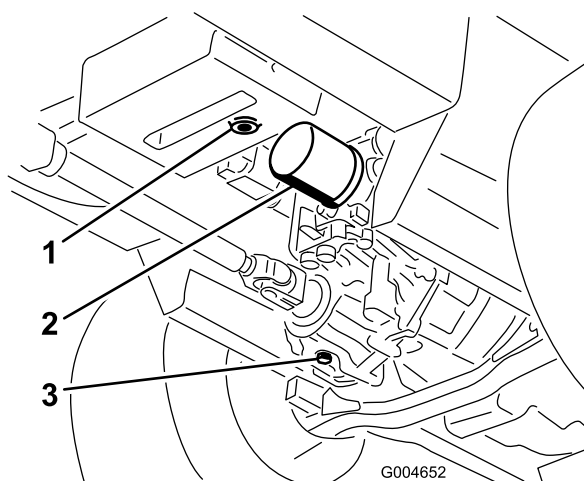

Figura 67
4. Pulite attorno al filtro dell'olio idraulico e rimuovete il filtro (Figura 67).
3. Mettete una bacinella grande sotto il serbatoio idraulico e la scatola della trasmissione, togliete i tappi e lasciate defluire tutto il fluido idraulico (Figura 67).